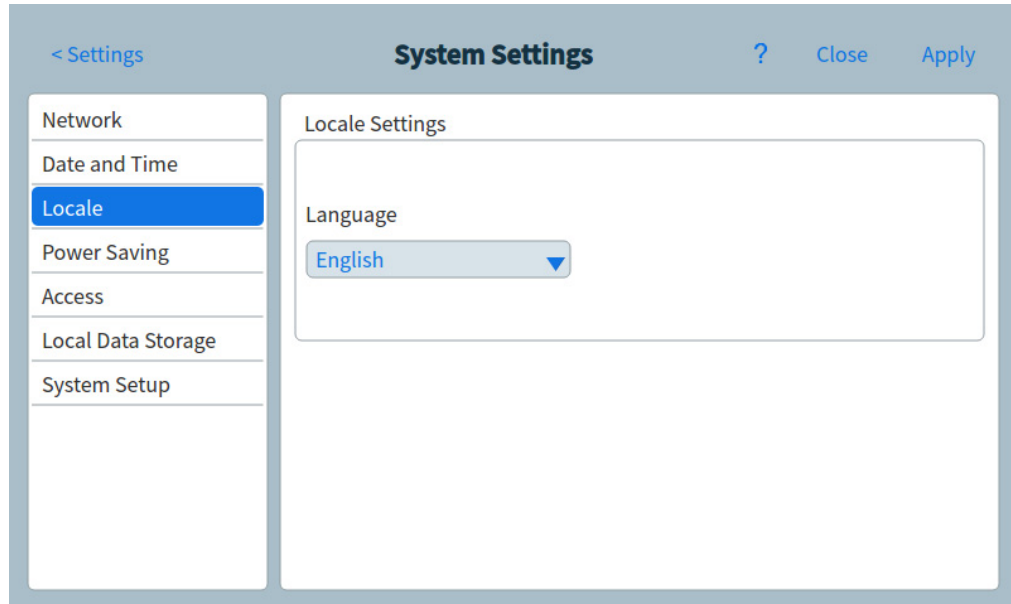

Figura 58. Página de parámetros de configuración local
- 1 En la página Parámetros del sistema (System Settings), seleccione la página **Local (Locale)**. Se abrirá la página de parámetros de configuración local. Consulte **Figura 58**.